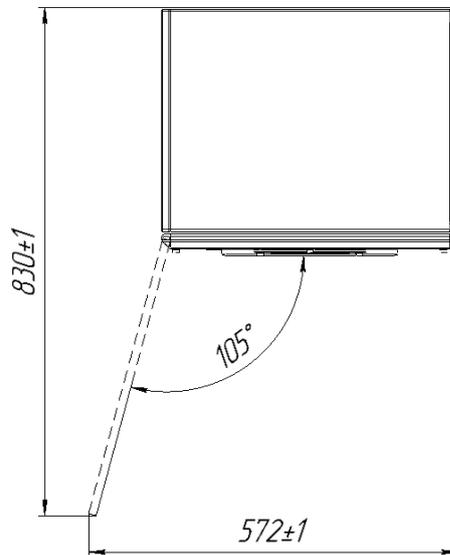
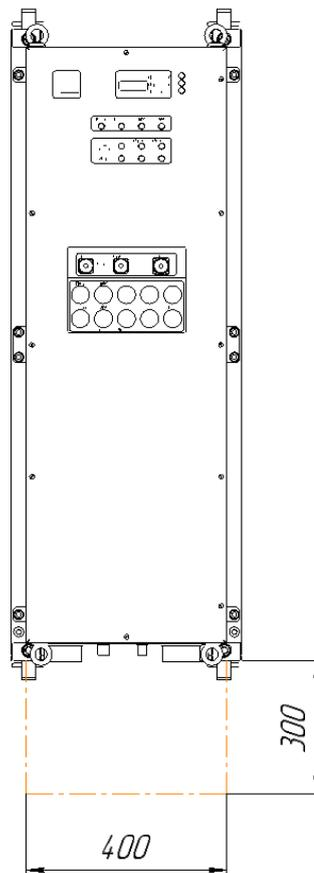

Рисунок 7 – Зона обслуживания МПЧ-380-30М
Рисунок 8 – Зона подвода кабелей и трубопроводов
2.1.2.3 При выборе места размещения МПЧ должна быть предусмотрена зона обслуживания (см. рис. 7) и зона подвода кабелей и трубопроводов (см. рис. 8).